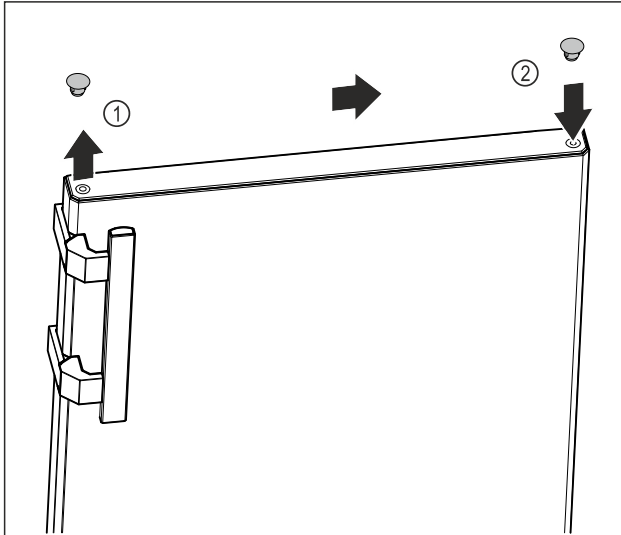

Fig. 10
- ▶ Oprezno podignite pokrovni čep na gornjoj strani vrata Fig. 10 (1) s pomoću križnog odvijača.
- ▶ Umetnite pokrovni čep na suprotnu stranu. Fig. 10 (2)